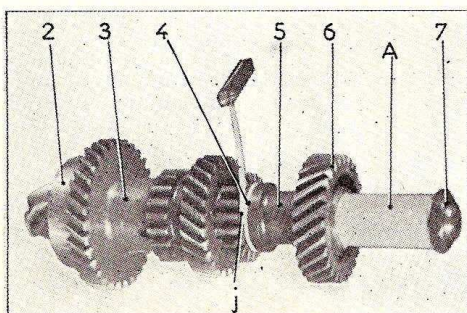

Fig. BV 6.
- le roulement à galets (2) (fig. BV 6) ;
- le train intermédiaire (3) muni de deux bagues ;
- une rondelle de friction (4) ;
- l'entretoise (5) ;
- le pignon réducteur (6) ;
- un tube (A) \varnothing intérieur = 32 mm, longueur = 65 mm.